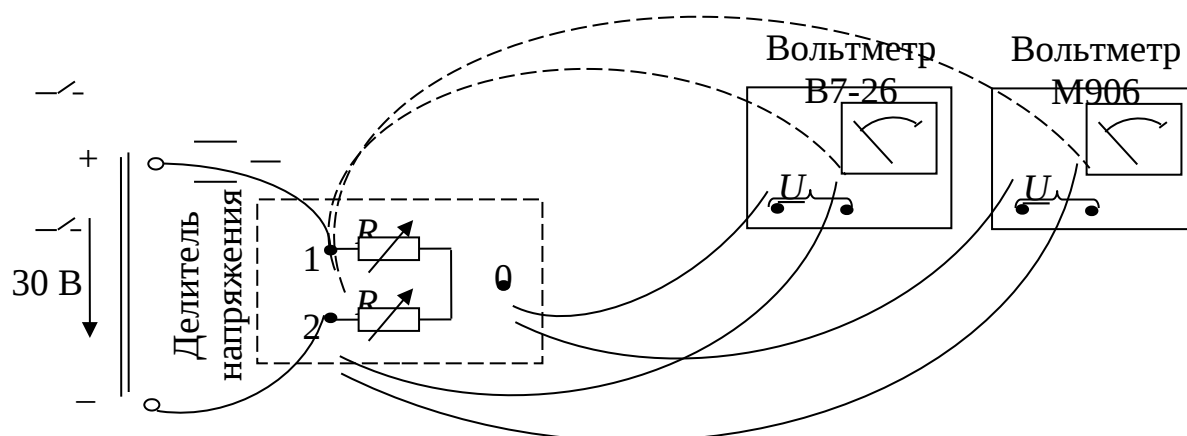

Рис. 1.9. Схема установки для экспериментального определения методической погрешности измерения
2.8. Определить экспериментальную, методическую погрешность измерения напряжения ($\delta'_{м.эксп.}$) путем параллельного подключения двух вольтметров (рис. 1.9) к участку электрической цепи. Для экспериментального определения методической погрешности по выражению (1.17), параллельно электронному вольтметру, подключить вольтметр магнитоэлектрической системы типа М906 (рис. 1.9).